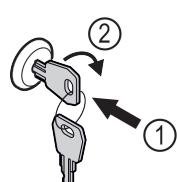

Fig. 132
- Iespiediet atslēgu Fig. 132 (1).
- Grieziet atslēgu par 90° pulksteņrādītāja virzienā Fig. 132 (2).